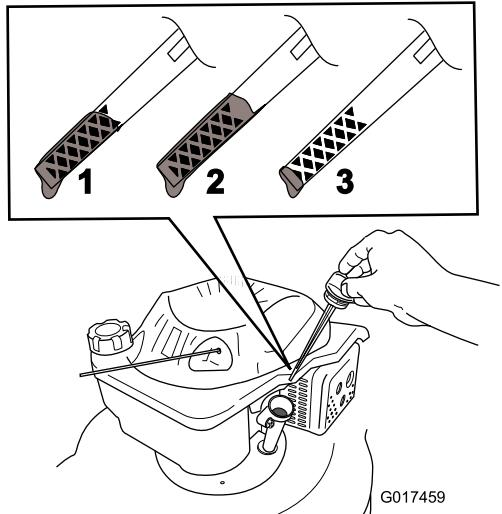

Figura 10
5. Para determinar el nivel de aceite correcto, consulte Figura 10.
**Nota:** Llene el cárter con aceite hasta que la varilla indique que el nivel del aceite del motor es correcto, según se muestra en Figura 10. Si usted llena demasiado el motor, vacíe el exceso de aceite siguiendo las instrucciones de la sección Cómo cambiar el aceite del motor.